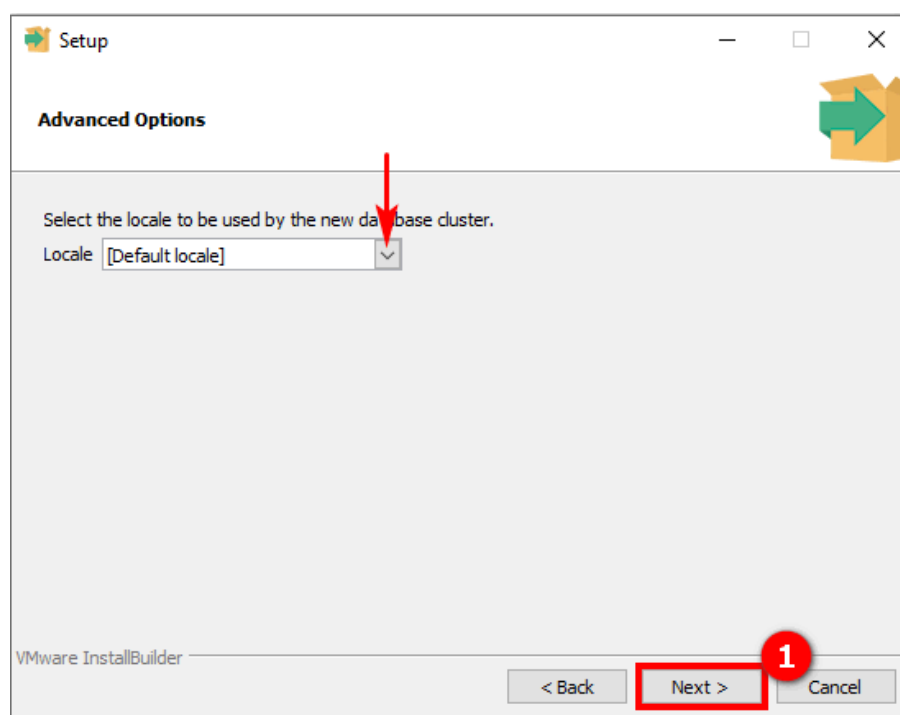

Рисунок 9 – Окно установки СУБД PostgreSQL
Далее при необходимости указываем из раскрывающегося списка необходимую кодировку данных в базе, нажимаем **Next** (1) (см. рисунок 9).